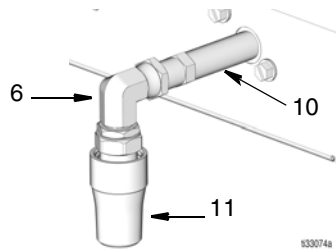

FIG. 15
8. Collegare il gomito girevole (6) e l'ugello a portata alta (11) al nipplo adattatore (10) con l'orientamento mostrato in FIG. 15. Serrare saldamente.